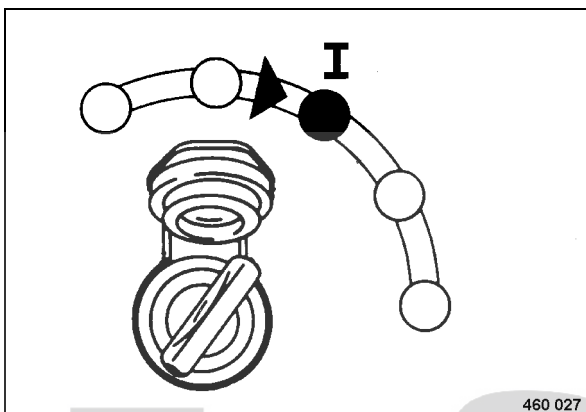

Fig. 76
- Tourner l'interrupteur de démarrage sur position "I" (Fig. 76).